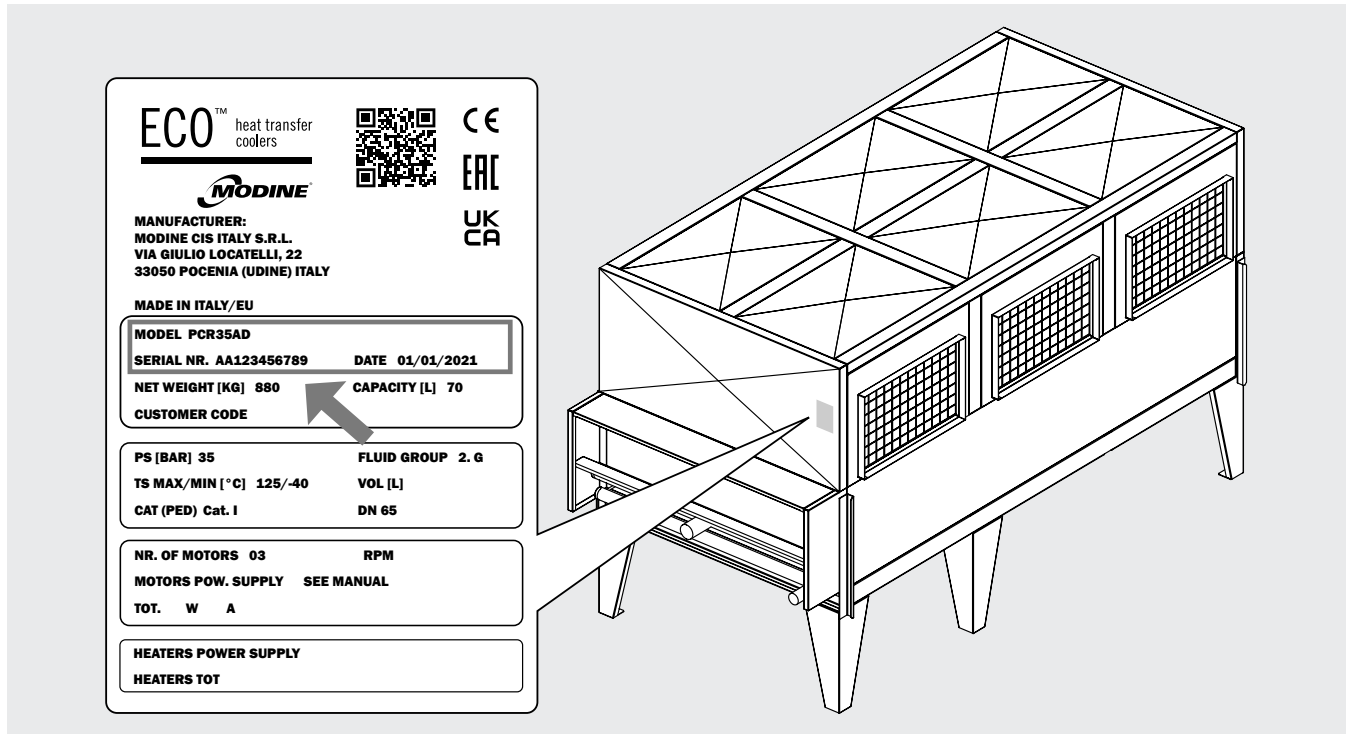

Abbildung 1
3.1 Für jegliche Kommunikation sowie Unterstützungs- und Ersatzteilanfrage müssen die am Typenschild angegebene Bezeichnung des Modells und die Seriennummer angegeben werden. Siehe Abbildung 1.